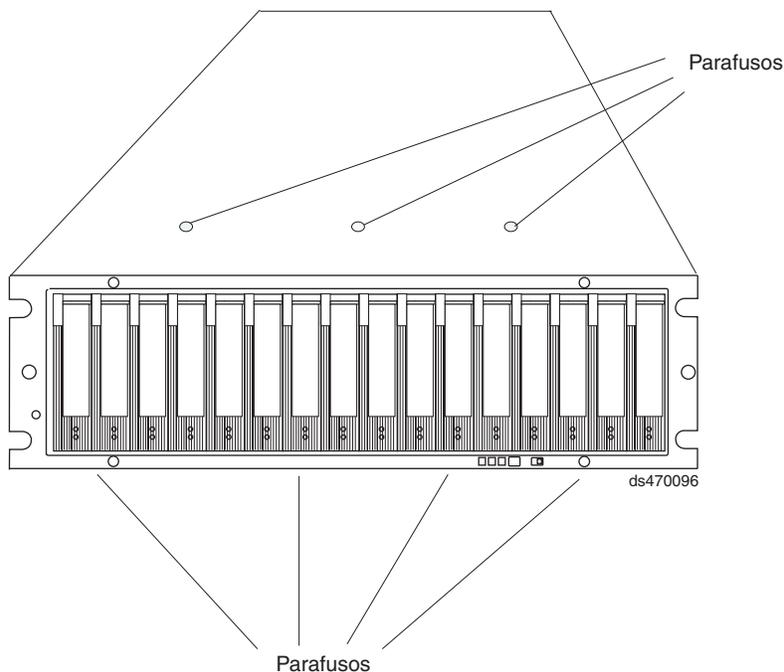

Figura 39. Parafusos que prendem as partes de cima e de baixo do chassi ao quadro
13. Puxe o chassi para fora da parte frontal do rack e remova-o do rack. Coloque-o em uma superfície nivelada. Procure uma fileira de três parafusos Phillips na parte de cima do chassi e uma fileira de quatro parafusos Phillips na parte de baixo do chassi, conforme mostrado na Figura 39 na página 96. Remova os sete parafusos Phillips utilizando a chave Phillips número 1. Guarde esses parafusos.
18. Instale os sete parafusos Phillips (três na parte superior e quatro na parte inferior) que prendem o quadro do compartimento frontal ao chassi do EXP5000 removido na etapa 13 na página 95, conforme mostrado na Figura 39.